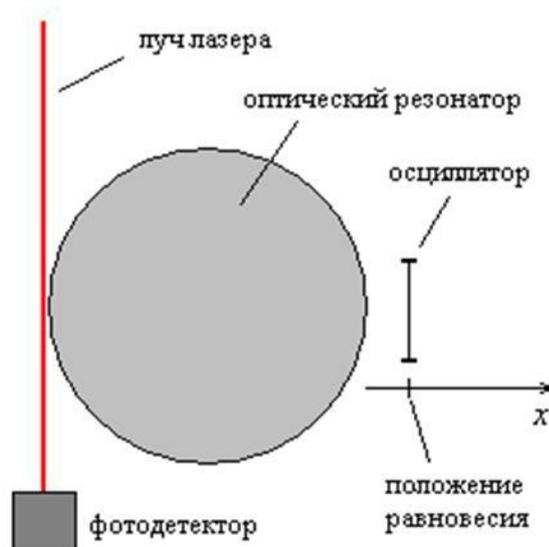
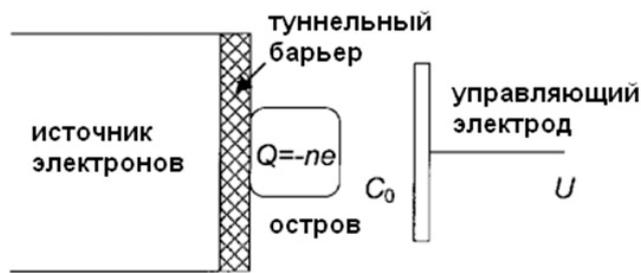

Рис. 2. Схема измерения малых смещений осциллятора
Рис. 1. Электронный ящик. Принципиальная схема.
Для измерения малых смещений осциллятора от положения равновесия предлагается следующая схема. Имеется цилиндрический (дисковый) или тороидальный оптический резонатор с внешним радиусом, приближённо равным $R = 30$ мкм, сделанный из кремния (рис. 2). К резонатору подводят луч лазера с длиной волны 1550 нм (полоса прозрачности кремния). В резонаторе могут возникнуть стоячие волны, соответствующие модам «шепчущей галереи», если частота какой-либо моды близка к частоте излучения лазера. Поднесём к резонатору какое-нибудь тело (например, наноосциллятор, см. рис. 2). Тело будет взаимодействовать с ближним полем моды «шепчущей галереи» в резонаторе. В результате частота этой моды немного изменится (сдвинется на некоторую величину $\Delta\omega$). Величина сдвига $\Delta\omega$ зависит от положения тела (в данном случае – осциллятора). Если положение равновесия осциллятора фиксировано (концы стержня закреплены), то сдвиг зависит от смещения Δx центра стержня от положения равновесия: $\Delta\omega = f(\Delta x)$, где f – некоторая функция. Колебания происходят вдоль оси x . Таким образом, мы имеем преобразователь механических смещений в смещения частоты моды «шепчущей галереи». Величину $\Delta\omega$ можно измерить с большой точностью следующим образом. Частота излучения лазера не совпадает ни с одной из мод «шепчущей галереи» уединённого оптического резонатора (когда наноосциллятора рядом нет): есть небольшая «отстройка» между частотами лазера и одной из мод резонатора. Если к резонатору поднести осциллятор, частота моды изменится и может приблизиться к частоте лазера. При этом начнётся перекачка энергии из луча лазера в резонатор и дальнейшее рассеяние энергии в системе, и интенсивность луча, идущего к фотодетектору, уменьшится. Реальная схема измерения $\Delta\omega$ достаточно сложна, и здесь мы изложили лишь основную идею.
Рис. 2. Качественный вид зависимости среднего (по квантовому состоянию) заряда острова от напряжения на управляющем электроде при низких температурах ($T \rightarrow 0$). Заряд измеряется в единицах, равных заряду электрона.
На рис. 1 показана схема простейшего одноэлектронного устройства – электронного ящика. Изменяя потенциал U управляющего электрода относительно острова, можно менять заряд острова Q , который приближённо равен заряду электрона, умноженному на количество избыточных электронов, перешедших на остров под действием электростатического поля. Пусть C_0 – ёмкость между управляющим электродом и островом, C – полная ёмкость острова, T – температура системы. При достаточно низких температурах T зависимость заряда острова от потенциала U имеет вид, показанный на рис. 2.
1. В файле ответов объясните, почему зависимость заряда острова от напряжения на управляющем электроде имеет такой вид (рис. 2). Чему равны значения напряжения и заряда в характерных точках на графике (напряжение в начале каждой новой «ступеньки» и заряд на «ступеньке»)? Сформулируйте условие «малости» температуры T . Каким будет вид той же зависимости при более высоких температурах? (3 балла)